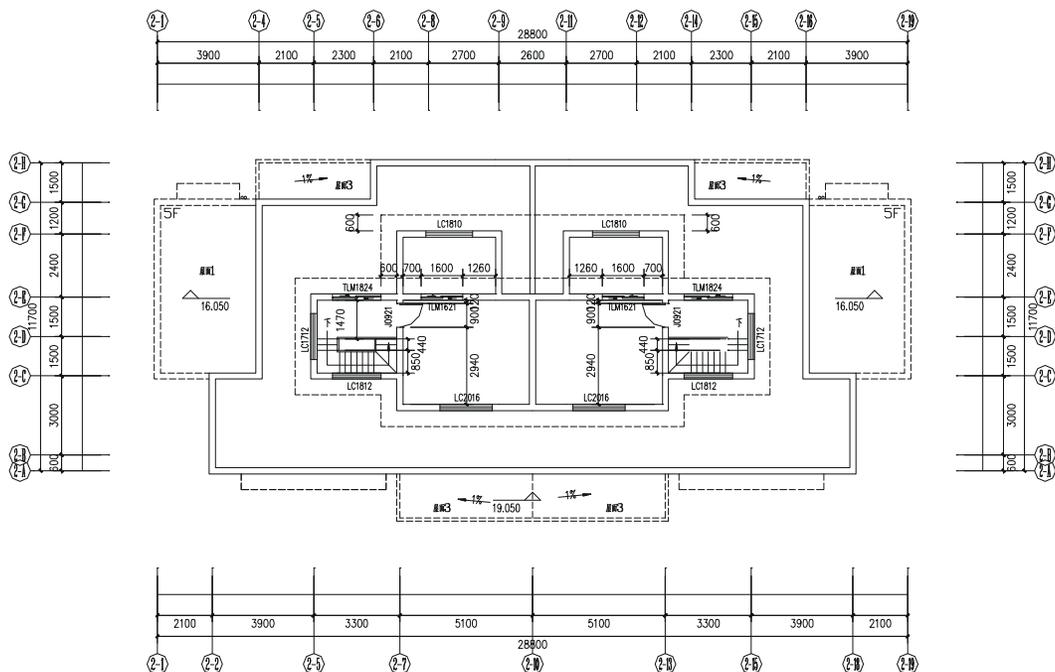

图 11-1-48
**STEP 06** 绘制屋顶瓦檐的投影即使用绘制多段线命令 PLINE 绕墙的外线绘制一条多段线，再使用偏移命令 OFFSET 将其向外偏移 600，按 F3 键打开捕捉功能，再使用绘制直线命令 LINE 连接其中的两个角点，如图 11-1-48 所示。